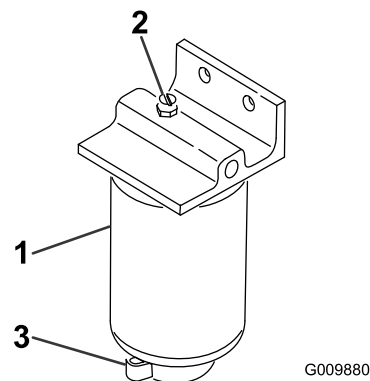

Рисунок 53
3. Открутите сливной кран в днище стакана фильтра (Рисунок 53).
2. Очистите область крепления стакана фильтра (Рисунок 53).